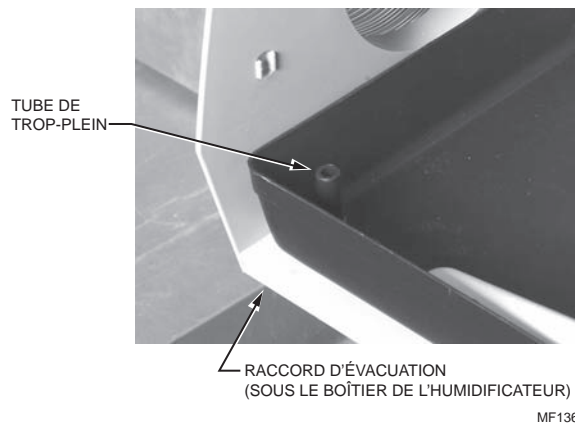

Fig. 28. Installation du bac d'eau.
9. Installer le bac d'eau dans le boîtier de l'humidificateur de façon que le tube de trop-plein soit au-dessus du raccord d'évacuation installé précédemment. Voir la figure 28.